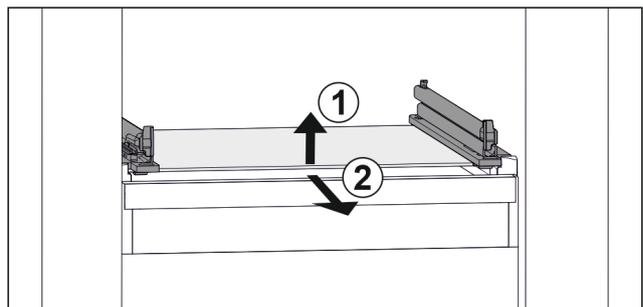

Fig. 47 Exemple de représentation de la tablette en verre
- ▶ Soulever la tablette en verre par l'avant. Fig. 47 (1)
- ▶ Retirer la tablette en verre par l'avant. Fig. 47 (2)